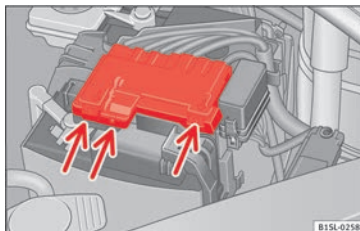

Fig. 172 Nel vano motore: rimuovere la copertura della batteria del veicolo.
- Fare pressione sulle linguette » » **fig. 172** (frecce) nel senso indicato dalle frecce ed estrarre verso l'alto la copertura della batteria.